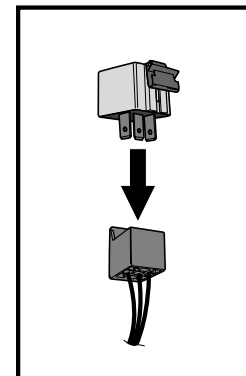

Afb. 3
6. Links achter in de C-stijl bevindt zich een originele kabelboom (zie afb. 3). Hierin bevinden zich verschillende grijze draden. Zoek m.b.v. een spanningszoeker het mistachterlicht signaal op. Knip deze grijze draad door, en sluit deze aan volgens afb. 2. Plaats daarna het meegeleverde 3-polige relais, in de relaissocket met de draadkleuren: blauw, rood, en geel. (zie afb.4)